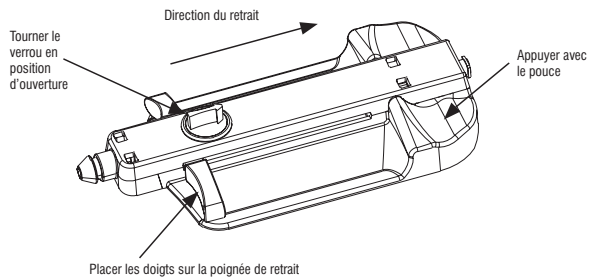

Figure 5 : Démonstration du déploiement
2. Confirmer la position de l'endoprothèse par angiographie. Ajuster la position si nécessaire. Le dispositif est destiné à être déployé à l'aide d'une seule main. Placer le pouce dans la rainure proximale texturée et deux doigts sur la poignée de retrait tel que présenté dans la figure 5.